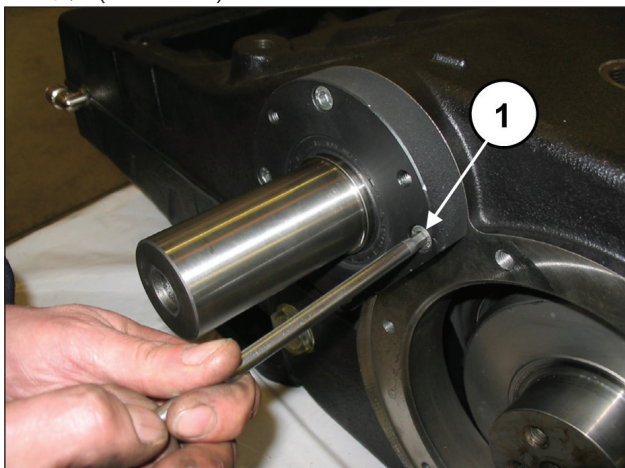
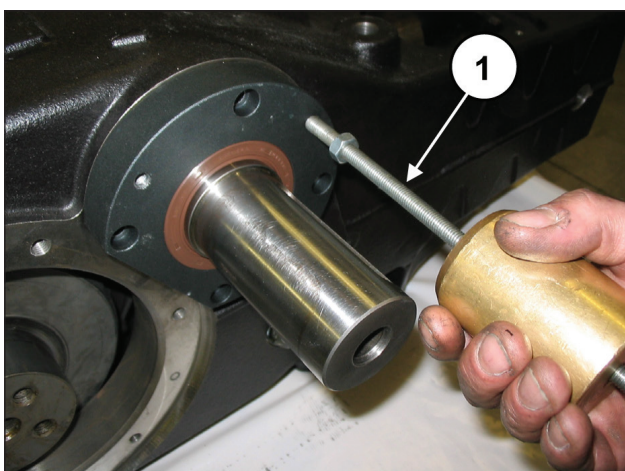

图 27
图 28
拧松右和左动力输出轴轴承盖固定螺栓 (①·图 27) 并从动力输出轴上取出两个盖子。为方便拆除, 可使用3个螺柱或 M8 螺栓 (①·图 28)。